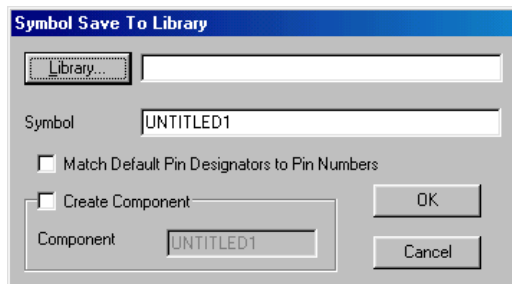

Рис. 6. Запись символа в имеющуюся библиотеку
**Запись созданного элемента в библиотеку.** Для записи символа в имеющуюся библиотеку необходимо вызвать команду Symbol/Save As. Откроется диалоговое окно Symbol Save To Library (рис. 6).